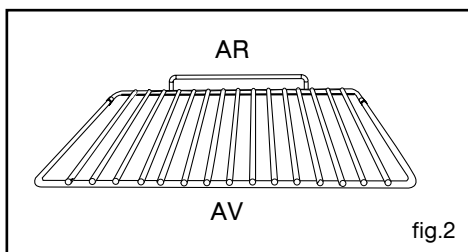

fig.2
• Grille sécurité anti-basculement fig.2
- Desserrez les vis du serre-câble (fig.2).
- Introduisez le câble d'alimentation par le côté du capot et dans le serre-câble situé à droite du bornier. (Reportez-vous au tableau de la page précédente pour le choix de la section du câble) (fig.2).
A l'intérieur du four (fig. 2) :